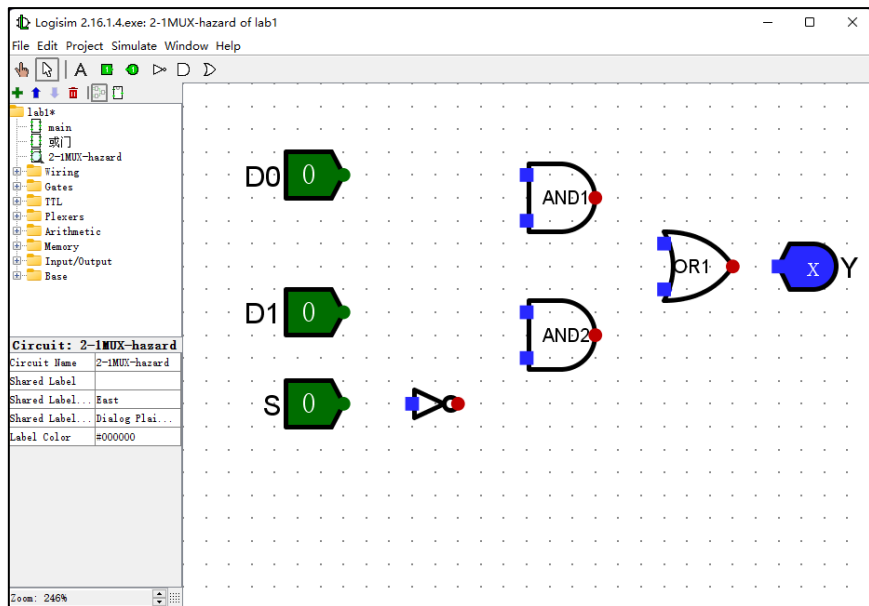
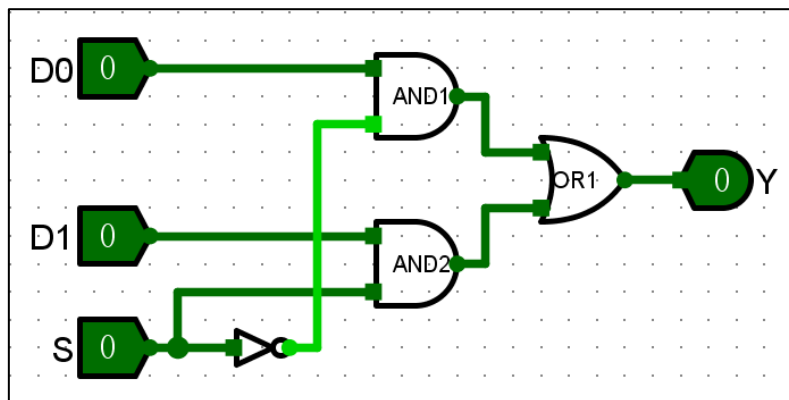

图 1.12 2 路选择器的部件图
图 1.13 2 路选择器电路图
1) 选择基本部件。根据 2 选 1 多路选择器（2 路选择器）的逻辑表达式 $Y = D0 \cdot \bar{S} + D1 \cdot S$ ，使用两个 2 输入与门、1 个 2 输入或门、1 个非门、3 个输入端和 1 个输出端实现两级与-或逻辑电路。在 Logisim 工作区中的部件布局如图 1.12 所示。
2) 部件连线。在图 1.12 的基础上实现 2 路选择器，电路图如图 1.13 所示。